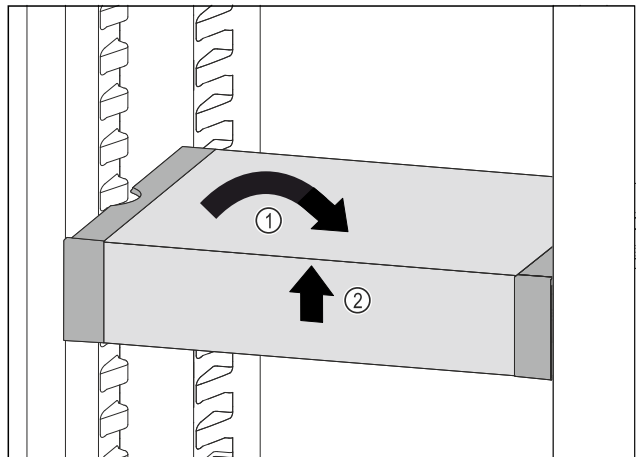

Fig. 72
- ▶ Coloque el VarioSafe en posición recta. Fig. 72 (1)
- ▶ Levante el VarioSafe por delante. Fig. 72 (2)